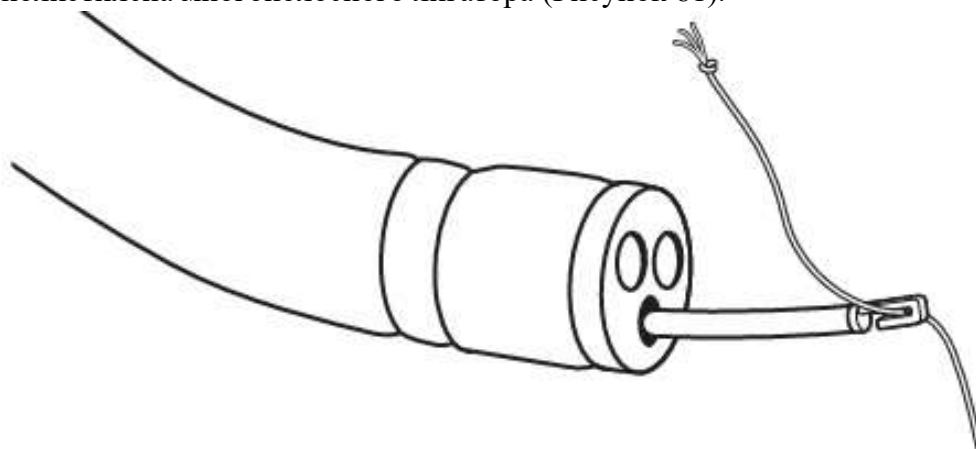

Рисунок 81
4. Присоедините конец загрузочного катетера с крючками к петле спускового тросика из полиэтилена многополосного лигатора (Рисунок 81).